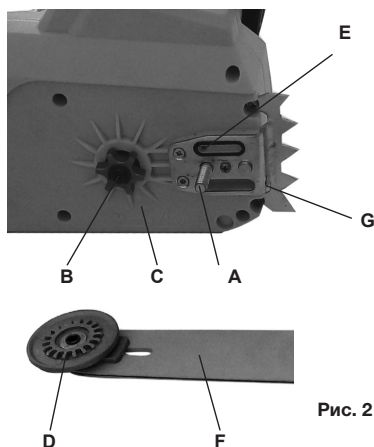

Рис. 2
4. Наденьте на шину F (Рис. 2) пильную цепь 1 (Рис. 1), проверив правильность расположения зубьев цепи.
В случае, если следов масла не видно, необходимо прочистить в корпусе редуктора выходное отверстие для масла E (Рис.2) и соответствующее отверстие в шине E1.